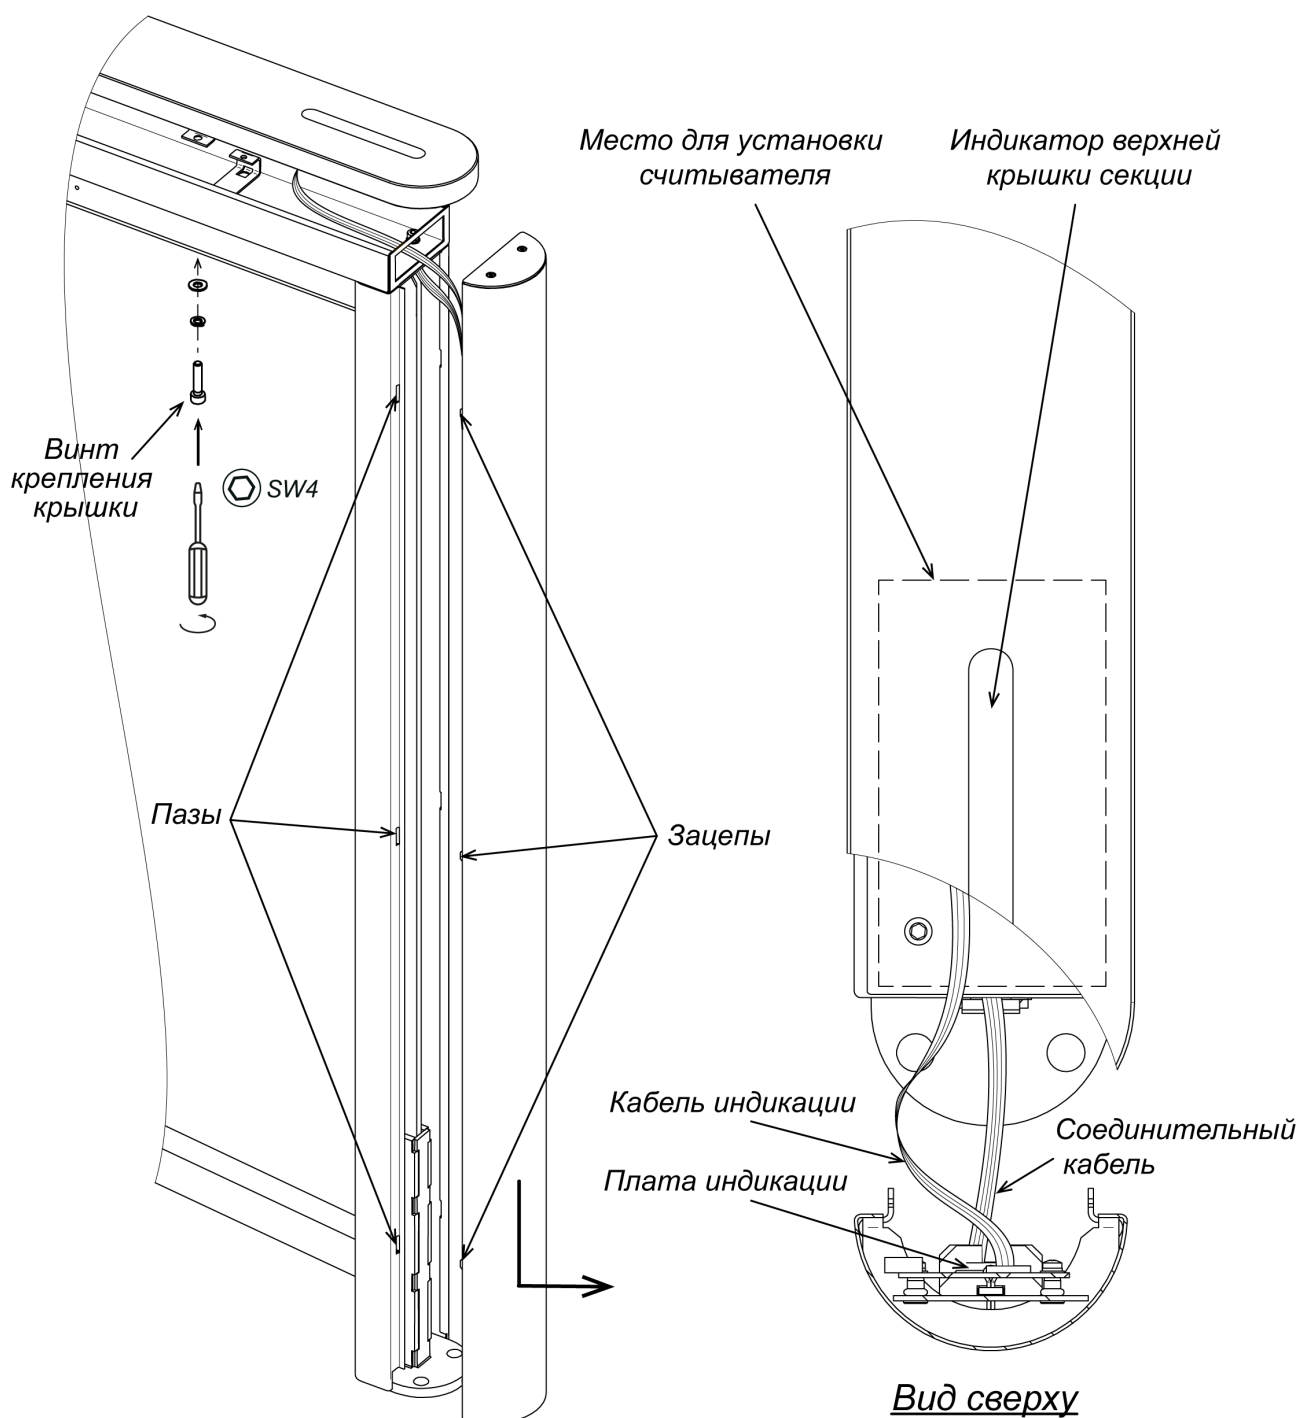

Рисунок 20. Снятие передней панели боковой стойки
21. При необходимости произведите монтаж считывателей карт доступа в верхнем коробе секции (см. рис. 20).
Для снятия передней панели боковой стойки (10) – сдвиньте ее вдоль стойки вниз и затем на себя, выводя зацепы панели из пазов в боковой стойке (см. рис. 20). Осторожно, не повредите соединительный кабель! Отсоедините разъем соединительного кабеля от платы индикации.
- Подключите соединительный кабель от модуля управления индикацией (разъем “PASS”, рис. 20) к плате индикации.
- С помощью ключа шестигранного SW4 закрутите четыре винта M4×16 с пружинными шайбами из комплекта поставки через отверстия в нижней части верхнего короба секции (см. рис. 20).